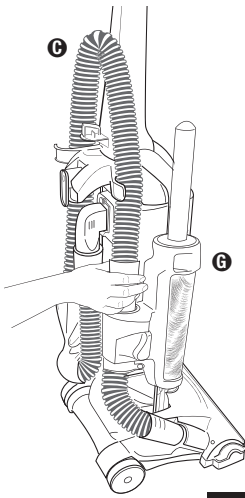

FIG. 4
- Step 6:** Place the hose **C** on the back of the vacuum, wrapping it up and over the hose hook as shown (FIG. 4).
- Step 7:** Secure the bottom of the self-cleaning duster **G** to the hose retainer and tighten the silver screw. Firmly push the end of the hose into the top of the self-cleaning duster (FIG. 4).
- Paso 6:** Coloque la manguera **C** en la parte trasera de la aspiradora, envolviéndola por arriba y sobre el gancho de la manguera como lo muestra la ilustración (FIG. 4).
- Paso 7:** Sujete la parte inferior del plumero autolimpiador **G** al retén de la manguera y apriete el tornillo plateado. Presione firmemente el extremo de la manguera dentro de la parte superior del plumero autolimpiador (FIG. 4).